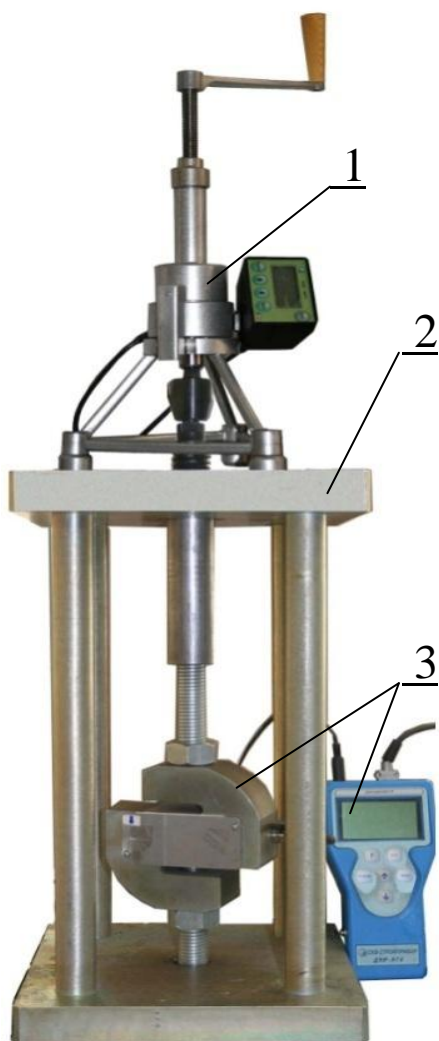

Рисунок 1
6.4.1 Для проведения измерений измеритель (1) и динамометр (3) установить на стенд (2) (рисунок 1). Вращая рукоятку силовозбудителя по часовой стрелке выбрать зазоры в винтовых соединениях, включить питание и провести автоподстройку измерителя и ди-